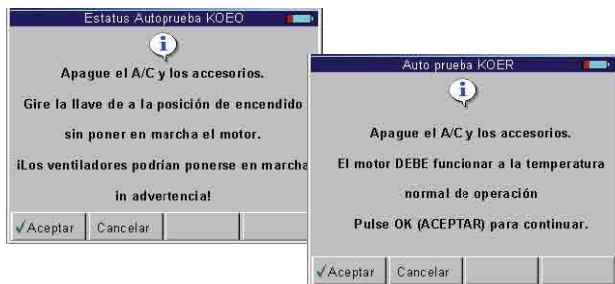

Figura 6.12: Pantalla Instrucciones Autoprueba KOEO y KOER
- 2 Seleccione la opción **Autoprueba KOEO** ó **Auto-prueba KOER** y presionar la tecla **ENTER**. Esto muestra las pantallas de instrucciones preliminares a la prueba (Figura 6.12).